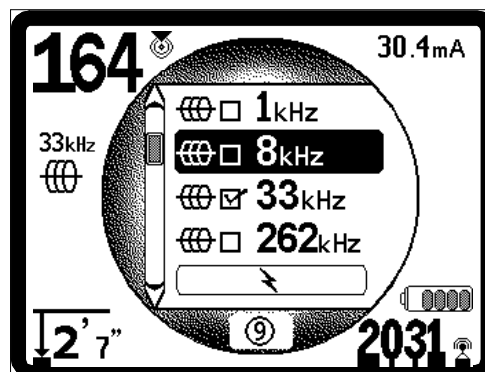

Figura 15: Evidențierea unei frecvențe dorite (8 kHz)
2. Cu ajutorul tastelor Sus și Jos, evidențiați frecvența dorită (Figura 15). În acest exemplu, operatorul activează frecvența de 8 kHz.